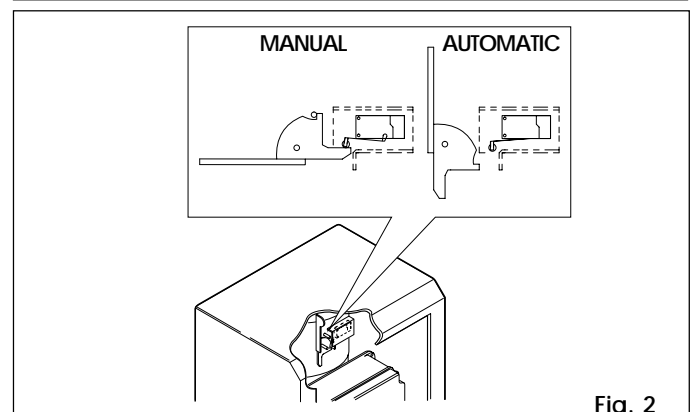

Fig. 2
- Agir sur le levier de déblocage comme indiquée fig. 2.
- Ramener le levier de déblocage dans sa position d'origine (Fig. 2).
| Platzbedarf LxHxT (mm)     | s. Abb. 2                                    |